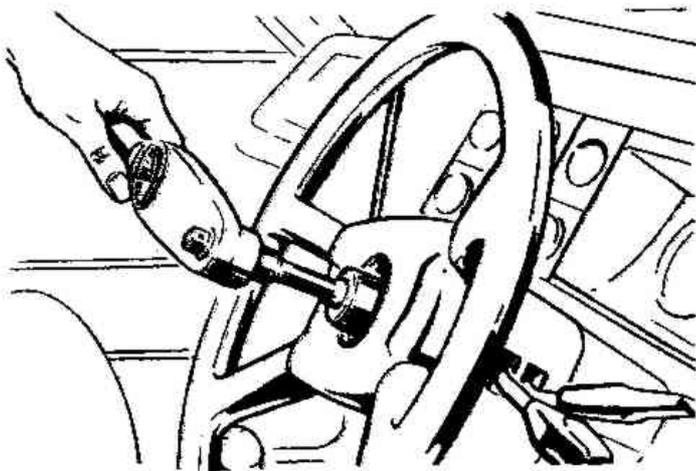

Рис. 11.51. Проверка усилия поворота (Разд.36)
4. Снимите декоративную накладку рулевого колеса и установите на крепящую его гайку динамометрический ключ с торцевой головкой (Рис. 11.51).